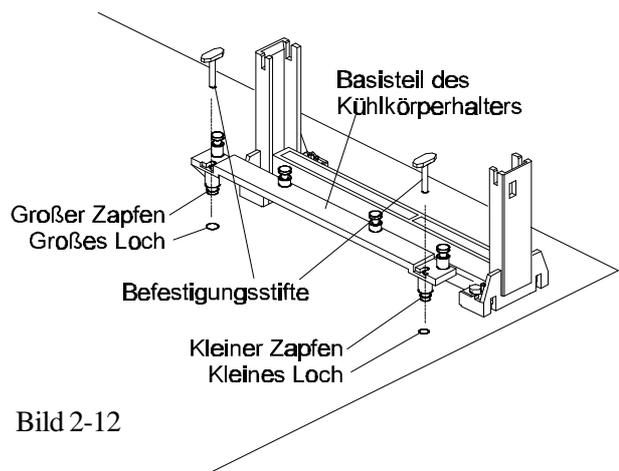

Bild 2-12
1. Zuerst müssen die beiden Befestigungslöchern für den Kühlkörperhalter auf dem HOT-641/P Mainboard gefunden werden. Man beachte, daß ein Loch größer ist als das andere. (siehe Bild 2-12)
2. An dem Basisteil des Kühlkörperhalters befinden sich zwei Kunststoff-Zapfen. Das Basisteil muß so auf dem Mainboard aufgesetzt werden, daß der große Zapfen durch das große Befestigungsloch geführt wird, und der kleine Zapfen durch das kleine Loch. (siehe Bild 2-12)
3. Das Basisteil wird auf dem Mainboard fixiert, indem die Befestigungs-Stifte von oben in die Kunststoff-Zapfen des Basisteils gepreßt werden. (siehe Bild 2-12).